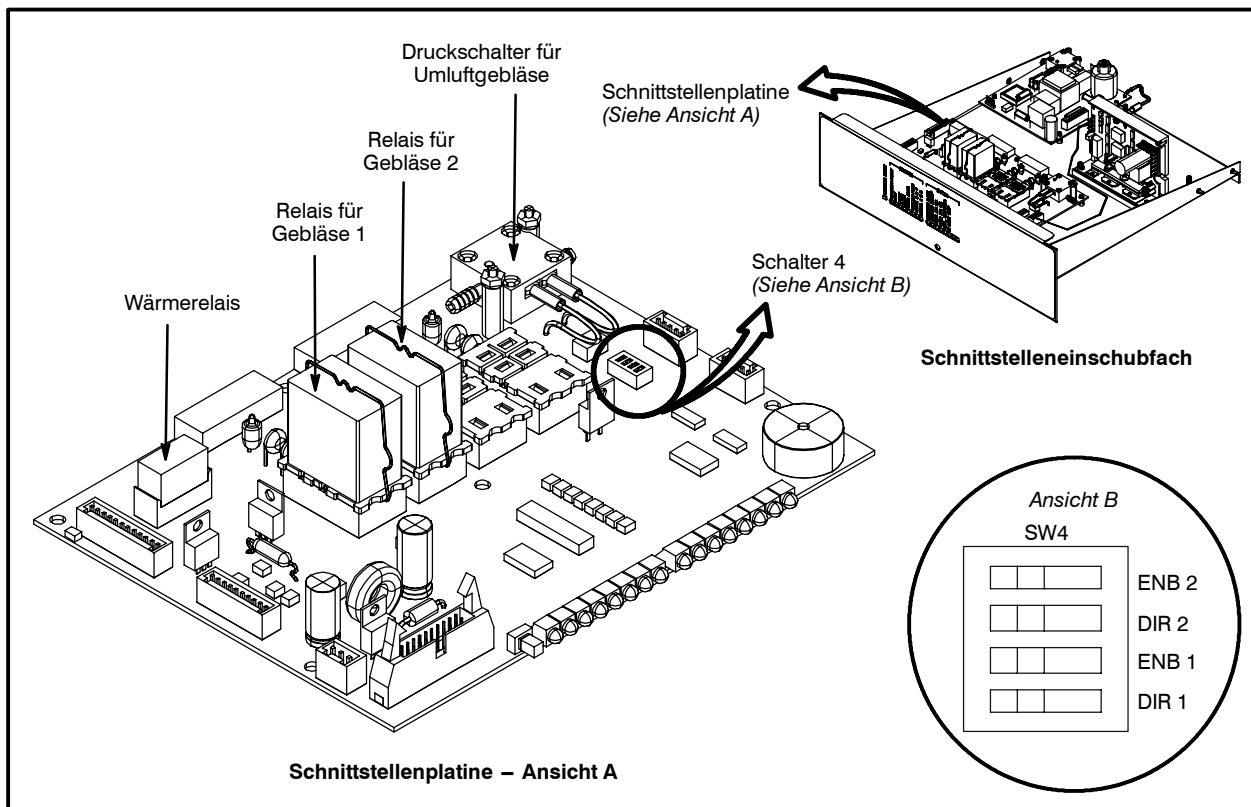

Abbildung 8
2. Drehen Sie den mit DIR1 markierten Dip-Schalter auf der Schalttafel auf SW4 (Schalter 4). Siehe Abbildung 8.